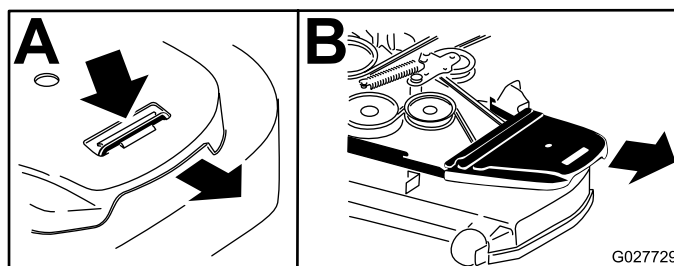

Figure 59
- Déposez les protège-courroies (Figure 59).